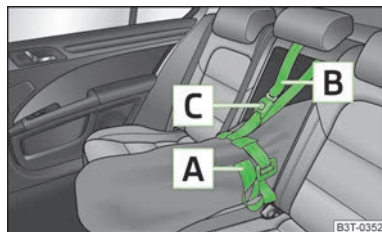

Fig. 101
- Fijar la banda de tracción [A] en el extremo libre alrededor de los esquís delante de las fijaciones » fig. 101.
- Después de cargar los esquís, se deberá asegurar la bolsa para carga de gran longitud con la banda de seguridad [B] » fig. 101.